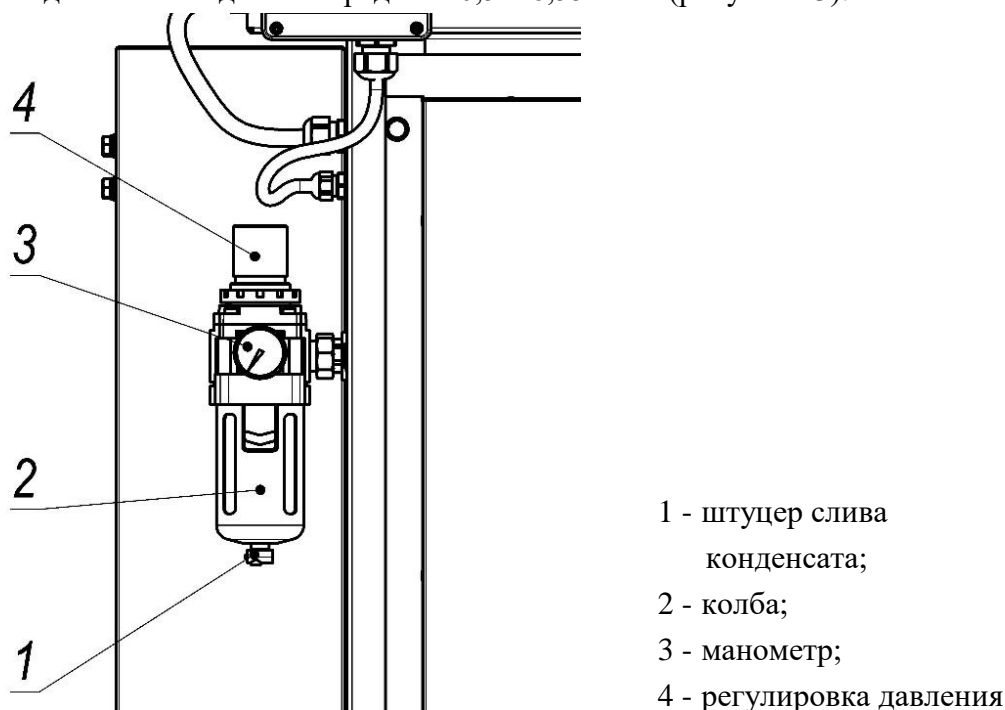

Рисунок 13
4) для моделей без встроенного компрессора выполнить регулировку давления сжатого воздуха, его значение должно находиться в пределах 0,5 – 0,55 МПа (рисунок 13).
- 2) выпустить конденсат, нажав на штуцер, расположенный в низу ВМО (рисунок 13);